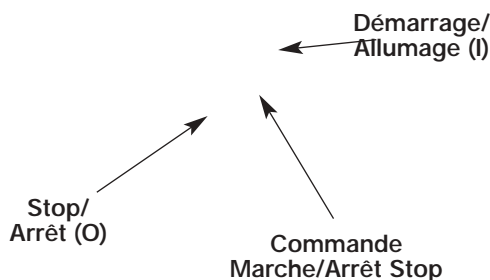
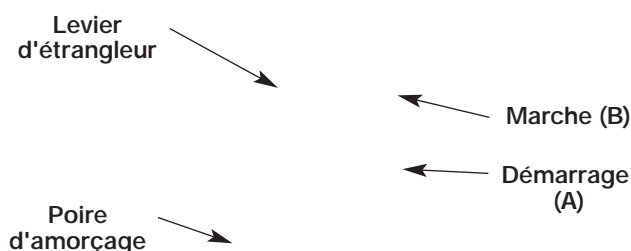
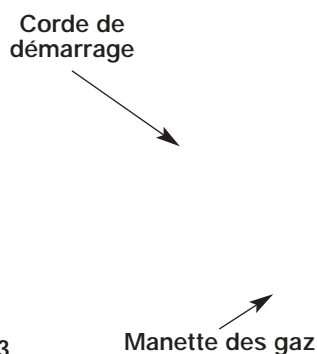

Fig. 5-1
Fig. 5-2
Fig. 5-3
2. Mettez la commande Marche/Arrêt Stop en position de DÉMARRAGE (I) (Fig. 5-1).
3. Enfoncez complètement puis relâchez lentement la poire d'amorçage 5 à 7 fois. Vous devriez sentir et voir de l'essence dans la poire (Fig. 5-2). S'il n'y a pas de carburant dans la poire, appuyez trois fois ou plus ou jusqu'à ce qu'il y pénètre.
4. Mettez le levier d'étrangleur en position de DÉMARRAGE (A) (Fig. 5-2).
5. L'appareil étant au sol, appuyez sur la manette des gaz et gardez-la enfoncée. Tirez rapidement sur la corde de démarrage (Fig. 5-3). Continuez de tirer jusqu'à ce que le moteur semble vouloir démarrer (après 2 à 5 coups).
6. Mettez le levier d'étrangleur en position de MARCHÉ (B) (Fig. 5-2).
7. Tirez brusquement sur la corde de démarrage 1 à 3 fois pour démarrer le moteur (Fig. 5-3).
**NOTE :** si le moteur se noie durant le démarrage, placez le levier d'étrangleur en position MARCHÉ (B). Appuyez sur la manette des gaz. Tirez rapidement sur la corde de démarrage. Le moteur devrait démarrer après 3 à 8 coups.
9. Appuyez sur la manette des gaz de 5 à 10 secondes pour réchauffer le moteur. Mettez le levier d'étrangleur en position de MARCHÉ (B) (Fig. 5-2).
**NOTE :** il n'est pas nécessaire d'utiliser l'étrangleur pour démarrer un moteur chaud. Mettez la commande Marche/Arrêt Stop en position de DÉMARRAGE (I) (Fig. 5-1) et le levier d'étrangleur en position de MARCHÉ (B) (Fig. 5-2).
1. Relâchez la manette des gaz (Fig. 5-3). Laissez le moteur tourner au ralenti.
2. Pour arrêter le moteur, mettez la commande de Marche/Arrêt Stop en position d'ARRÊT [O] (Fig. 5-1).